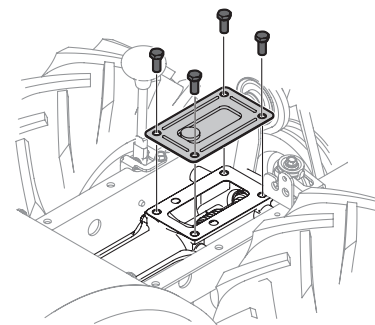

Figure 22
5. Retirez les quatre boulons (5/16-18 x 0,75) qui fixent le couvercle de transmission à l'arbre des dents et retirez le couvercle. Repérez l'arbre d'entraînement sous le couvercle. Voir Figure 22.